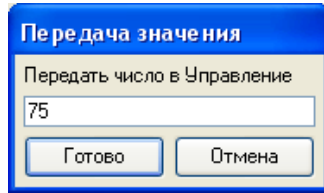
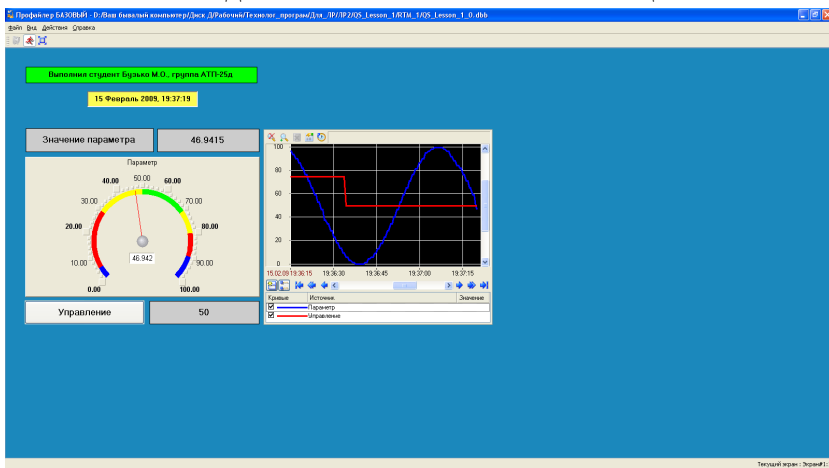

Рис. 12
Рис. 13
4.5.4. За допомогою кнопки **Управління** ввести величину "управляючої дії", наприклад, як показано на рис. 12, і спостерігати результат в сусідньому полі і тренді (рис. 13).